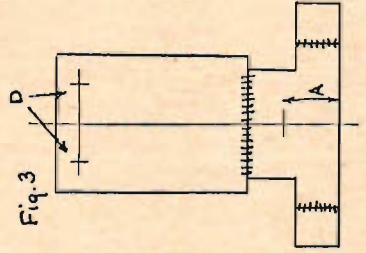
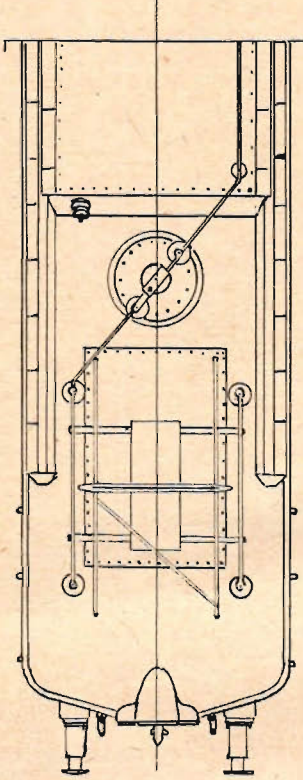
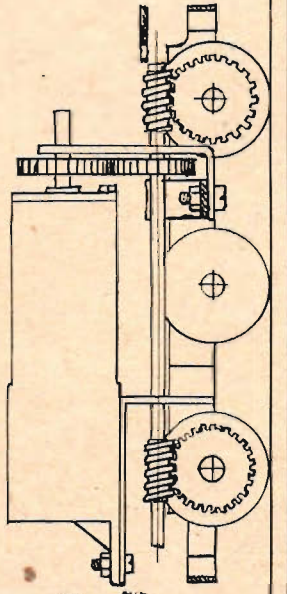

Fig. 3
Fig. 1.
Fig. 2
Chassiet på ritningen (fig. 2) kan göras i tre varianter. Endera kan man driva bara den ena boggien, som syns i genomskärning till höger, men då får man knappast en dragkraft som motsvarar förebildens. Nästa steg blir då att sätta en genomgående axel även i den andra boggien, så att man får drivning på fyra axlar. De båda axlarna med snäckskruvarna måste då förenas med någon sorts böjlig koppling. Ventilgunnmi för cyklar passar fint för detta ändamål och då får man automatiskt den isolering mellan boggierna som man måste ha vid tvårälsdrift. Man bör då också placera en tyngd över den motorlösa boggien. Sista utbyggnadsstadiet blir att ha två motorer. Med litet extra tyngd inbyggd i kassen lär man då kunna få med nästan allt man sätter i dragkroken. Genom att motorerna är vända åt motsatt håll löses vid tvårälsdrift problemet med deras rotationsriktning av sig självt utan någon extra isolering någonstans. Det är bara att skruva fast motorerna och sedan ansluta ledningarna från dem till motsatt boggie. Detta under förutsättning att boggierna har olika sidor isolerade.
en bottenplatta av 1 mm mässing enligt fig. 1. Borra hål vid A för en skruv som håller överdelen på plats och vid B för boggiefästet. Som förstärkning kan man löda fast H0-räls vid plattans kanter (C). Boggiesidorna (4 st.) tillverkas också av 1 mm mässing enligt fig. 2. Det är bäst att löda ihop dem två och två vid bearbetningen, så att axelhålen och kanterna blir lika. Annars får man lätt en boggie som "haltar". Det mellersta hålet görs något avlångt i höjddled så att hela tyngden kommer att vila på drivaxlarna. Mellanstyckena (fig. 3, 4 och 5) gör vi av samma material. Måtten A (= avståndet mellan snäckskruvaxeln och hjulaxeln) och B (= avståndet mellan snäckskruvaxel och motoraxel) varierar kanske något från fall till fall, beroende på vilka snäck- och kuggdrev som används. Hålen vid D är för motorns fästskruvar och vid E för boggiefästet. Bocka sedan mellanstyckena längs de på ritningen överstreckade linjerna till den form som syns på fig. 2.
Om vi återigen betraktar kurva c i fig. 2 lägger vi märke till att den praktiskt taget är en spegelbild av Deccas karakteristisk med undantag för att diskantsänkningen saknas. Detta klarar man dock lätt genom att vrida ner diskantkontrollen en aning. Kurvan passar även bra till EMI-skivor om man drar på litet extra diskant. 78-varvsskivor spelar man alltså av med omkopplaren i läge två från vänster. I läge tre kopplas komplexet C4 C5 R9 in, och man får då en frekvenskurva enligt b i fig. 2. Denna är en spegelbild av de kurvor som förekommer vid inspelning av LP-skivor. Man sänker även här
Efter förstärkning i första halvan av V2 kopplas spänningarna genom C13 till tonkontrollerna i gallret på andra halvan av V2. Som synes finns separat bas- och diskantkontroll, och schemat är hämtat från Philips. Verknings sättet är följande: Antag att mittkontaktarna på R21 och R22 bryts. Då kommer spänningen på gallret av andra halvan i V2 att vara samma som i punkten B i fig. 1. Denna spänning bestäms dels av spänningen i punkten A, dels av den spänningsdelare, som bildas av R19 C11 och R18 C12. Eftersom RC-produkterna i båda grenarna är praktiskt taget lika blir spänningen frekvensoberoende och ca 1/3 av spänningen i A. Kopplar man till mittkontaktarna igen inser man att spänningsdelningen beror på potentiometerinställningarna. Med R22 i övre läget kommer diskanten, som utan hinder kan komma genom C10 till gallret, att vara kraftigare än mellanregistret. Med potentiometern i nedre läget kommer diskanten istället att kopplas till jord genom C10 och sänks alltså. Nätet R18 C12 R20 släpper lättast igenom basen, och R21 får i basen samma verkan som R22 i diskanten. Fig. 3 visar tonkorrektionens frekvenskurvor, a är upptagen med max bas och diskant, b med potentiometrarna i medelläge och c med minimum bas och diskant.